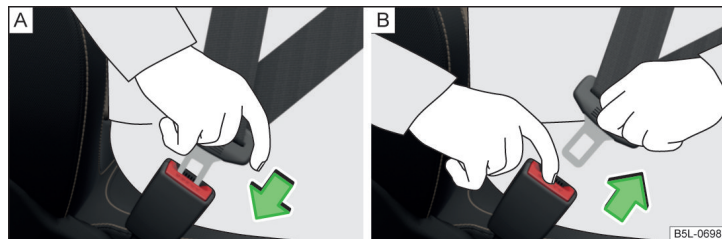

Fig. 19 Colocar y quitar el cinturón de seguridad
- » Introduzca la lengüeta en el cierre correspondiente al asiento » **fig. 19 - [A]** hasta que se oiga como encaja.
- » Agarrar la lengüeta del cinturón y pulsar la tecla roja en el cierre del cinturón » **fig. 19 - [B]**, la lengüeta del cinturón saldrá disparada.